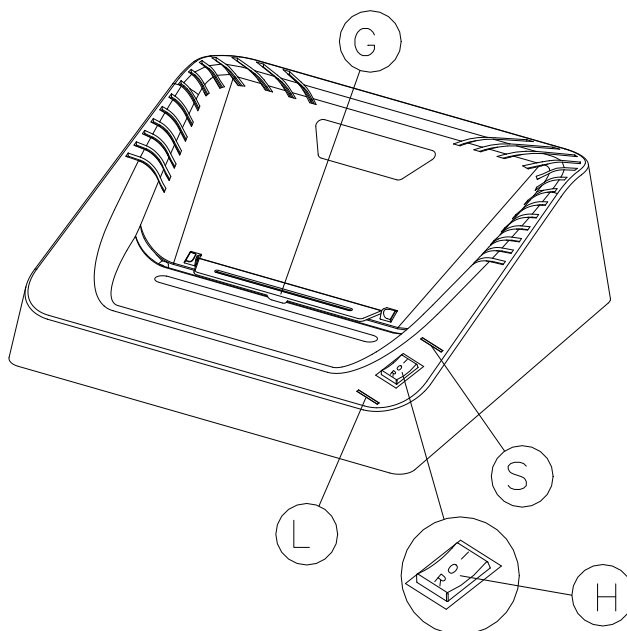

Fig.2
### USO DELL'APPARECCHIO Fig.2
Gli apparecchi in grado di distruggere CD/DVD e carte di credito sono muniti di sportellino di protezione (G) Fig.2 che deve essere mantenuto ruotato verso la parte posteriore dell'apparecchio durante la distruzione di carta e deve essere ruotato verso il fronte dell'apparecchio durante la distruzione di CREDIT CARD - CD-ROM/DVD, perché mantiene guidati i supporti ottici nell'area di azione delle fotocellule e protegge l'operatore da eventuali frammenti di plastica.
### HOW TO USE THE SHREDDER Fig.2
The machines suitable for shredding CDS/DVDS and credit cards come with a protective door (G) Fig. 2 which must be rotated to the back of the machine when shredding paper and must be rotated to the front when shredding CREDIT CARDS-CD-ROMS/DVDS, because it guides the optical material within range of the optical eyes cells and protects the operator from any plastic fragments.
### ARBEITEN MIT DEM AKTENVERNICHTER Abb.2
Die Geräte, die auch zum ZERKLEINERN von CDs /DVDS und Kreditkarten geeignet sind, haben einen Sicherheitsschieber (G) Abb. 2. Dieser muss zum Schreddern von Papier nach hinten, zum Schreddern von KREDITKARTEN, CD-ROMS und DVDS nach vorne geschwenkt werden. Dadurch bewegt sich das zu zerkleinernde Material im Bereich der Fotozellen und schützt den Bediener vor Plastikresten.